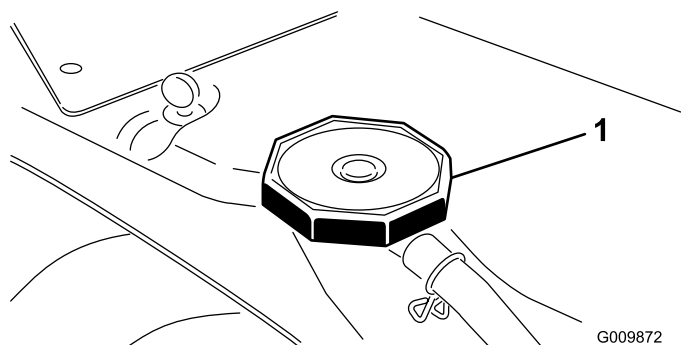

Figura 27
1. Togliete il tappo del radiatore con cautela (Figura 27).